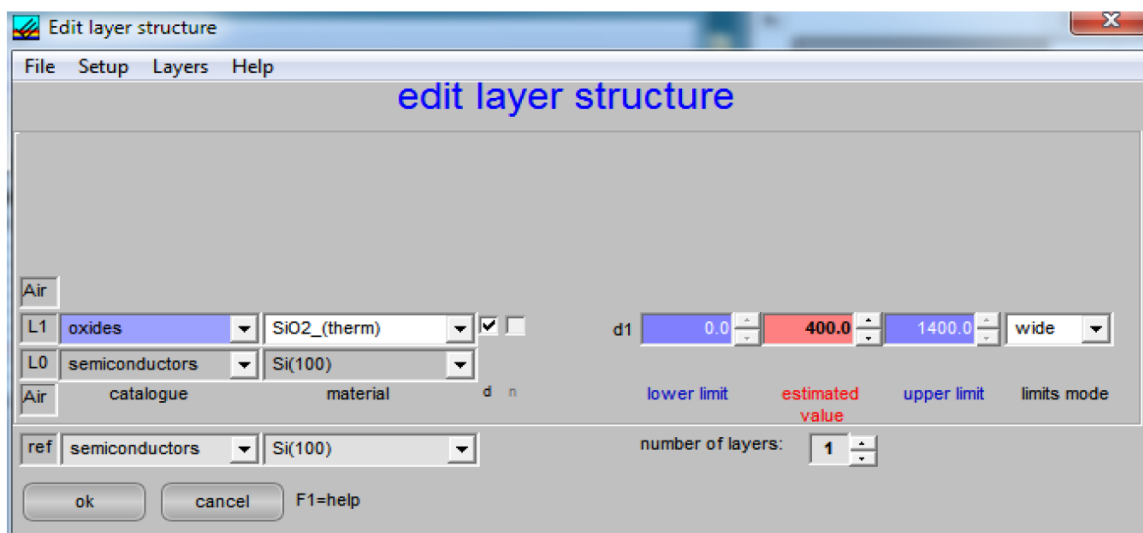

Abbildung 5: Screenshot der Nanocalc Software, edit layer structure submenu.
- Gehen Sie auf *edit structure* (Abb. 5) und passen Sie die Struktur an. D.h. wählen Sie das passende Material für Ihr Substrat, die Probe und die Referenz. Dadurch werden die Richtigen Dispersionsverläufe geladen, aus denen der Reflexionsgrad bestimmt wird. Zusätzlich kann die geschätzte Schichtdicke mit Toleranzbereich angegeben werden. Genauer über verwendete Substrate und Materialien innerhalb der Software wird vom Betreuer erläutert.